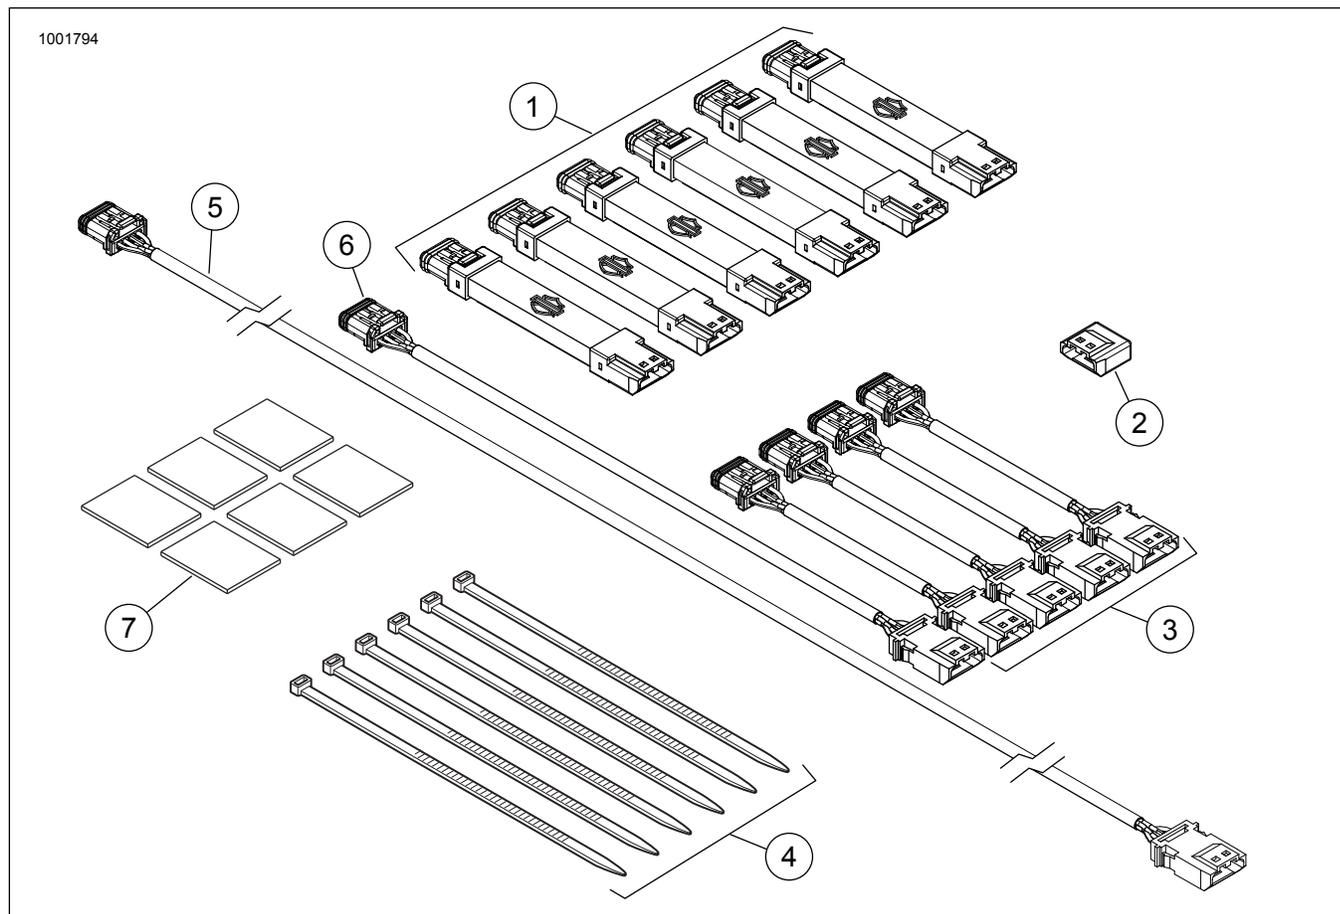

Figura 2. Peças de reposição, Kits de casulos luminosos Spectra Glo
Veja Figura 2 e Consulte a Tabela 1.
2. Veja a figura 2. Monte (encaixe seco) os casulos luminosos (1) e os chicotes de fios (3, 5 e 6) na configuração desejada.